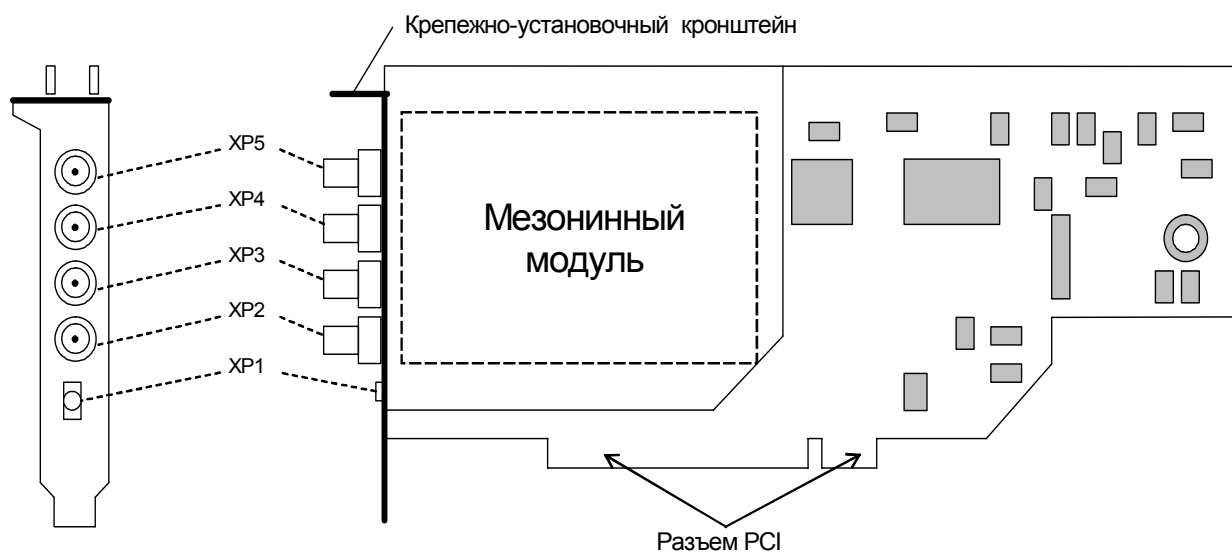

Рис. 4.1. Схема расположения разъемов.
4.2.5. Для предотвращения выхода из строя платы ЛА-н10М8РСІ-100 на входные разъемы необходимо подавать сигналы с параметрами, указанными в таблице (Таблица 4. 1). Расположения разъемов указано на рисунке (Рис. 4.1).